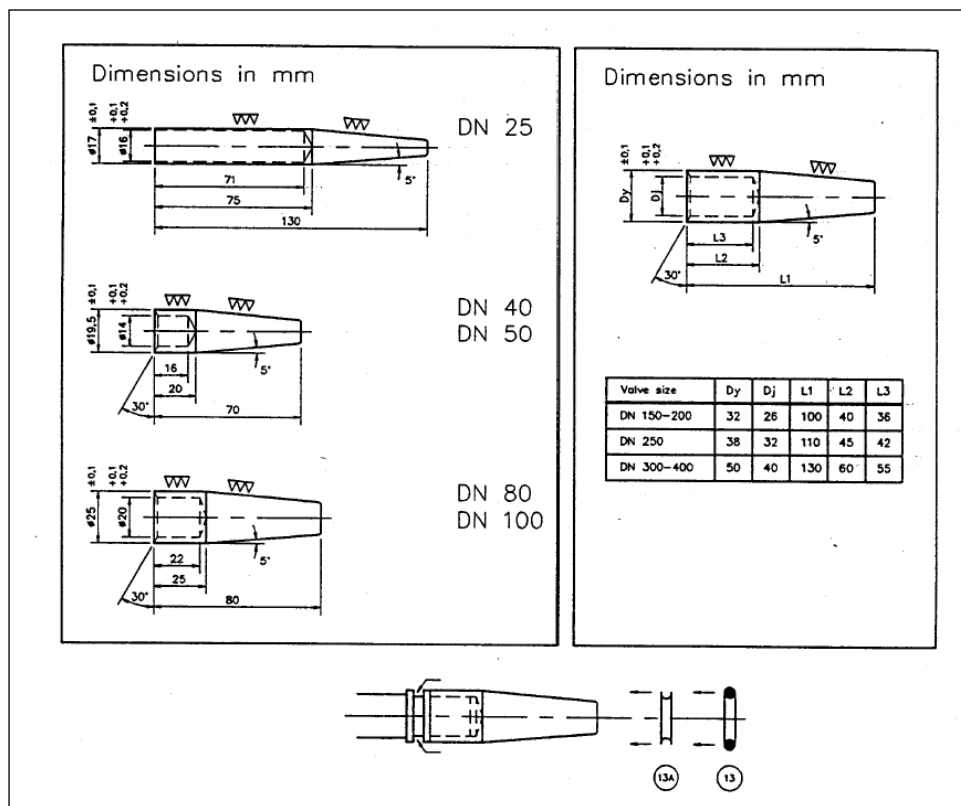

Fig 3
Då O-ring (13) har lagts i sitt spår på axeltapp (5) respektive drivaxel (6) och dessa skjuts in i ventilen måste försiktighet iakttas för att inte skada O-ringen. Fig. 3 visar en lämplig metod såväl som måttuppgifter på ett verktyg som effektivt skyddar O-ring (13) och Rulonlager (9) vid monteringsarbetet. Kontrollera att låsringen (4A) är oskadad och spänner i sitt spår efter återmonteringen. Byt mot ny ring vid behov.